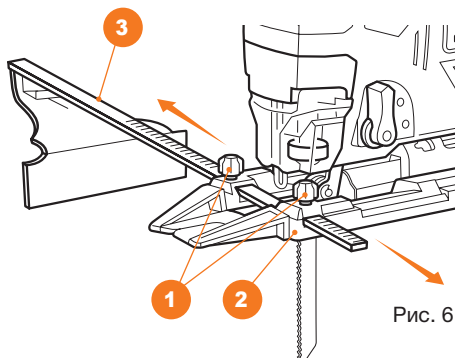

Рис. 6
- Открутите два стопорных винта **1** на опорной плите **2** (Рис. 6).